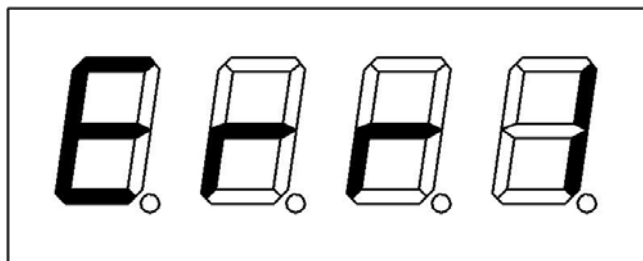

Рис. 3.6.
3.3.2 На рис. 3.6 изображено показание прибора в случае превышения электрическим напряжением стыка, допускаемого для проведения измерений и вызванное бросками тягового тока, или многократным превышением результатом измерения верхнего значения диапазона измерения прибора.